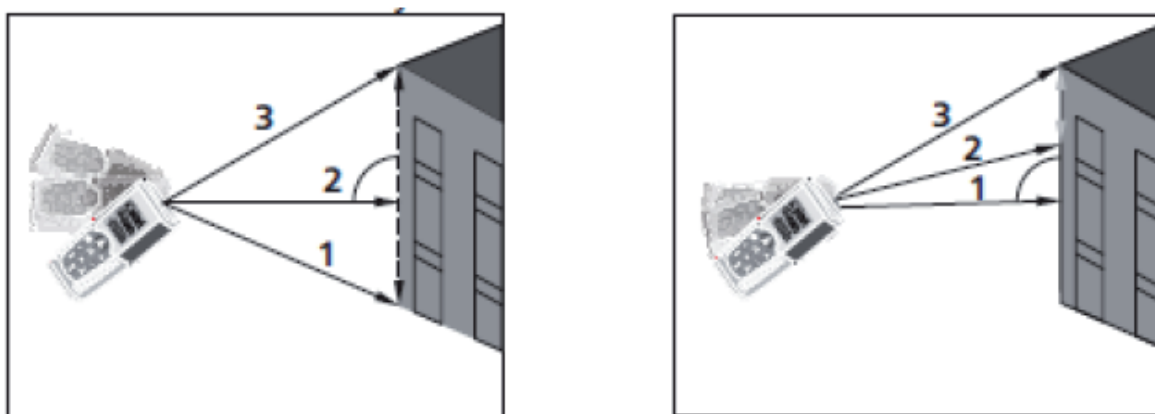

Fig. 8: Exemplos de medições Indirectas com 3 pontos
3. Colocar o instrumento no ponto mais baixo (1) da medição (ver Fig. 8) e premir o botão . O resultado é apresentado no primeiro display parcial. O símbolo “” é apresentado no display com o lado “2” intermitente
4. Colocar o instrumento na posição mais horizontal possível (2) da medição (ver Fig. 8) e premir o botão para efectuar a medição. O resultado é apresentado no segundo display parcial. O símbolo “” é apresentado no display com o lado “3” intermitente
5. Colocar o instrumento no ponto mais alto (3) da medição (ver Fig. 8) e premir o botão para efectuar a medição